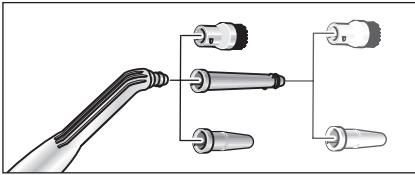

Fig. 6: Tilbehør til punktstråledysen
- For at effektivisere rengøringen ved arbejde med punktstråledysen (D1) kan De benytte den sammen med forlængerrøret (D2), rundbørsten (D3) eller powerdysen (D4) (se fig. 6).